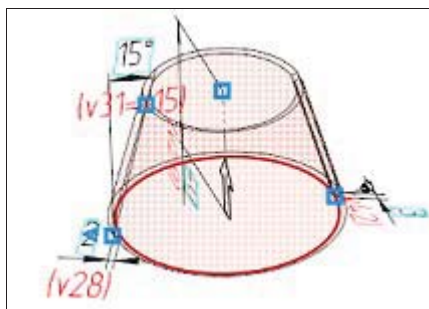
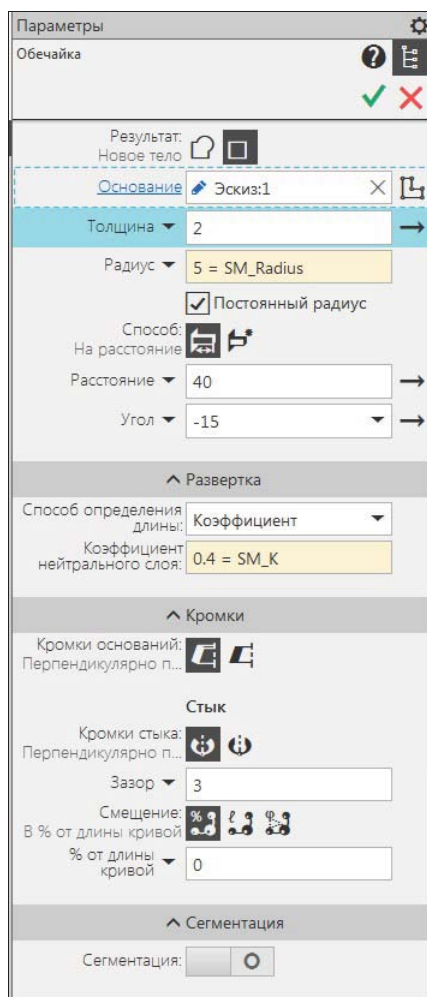

Рис. 29.48. Фантом обечайки
Рис. 29.49. Панель
- ♦ вызовите команду **Обечайка** — система построила фантом обечайки (рис. 29.48). На панели **Параметры: Обечайка** (рис. 29.49) задайте следующие параметры: